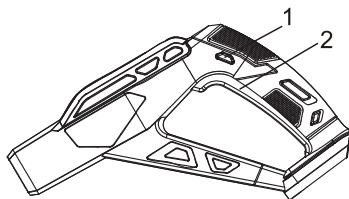

Fig.9
1. Appuyer sur le bouton de verrouillage (1) (Fig.9).
2. Tout en appuyant sur le bouton de verrouillage, enfoncer la gâchette (2).